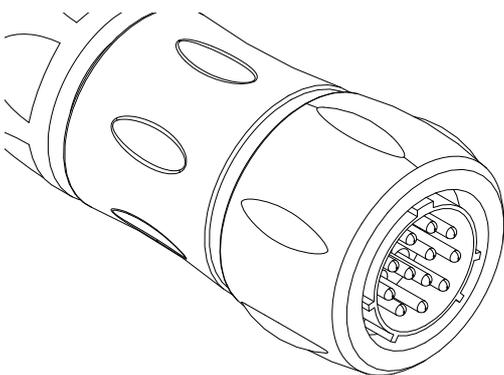
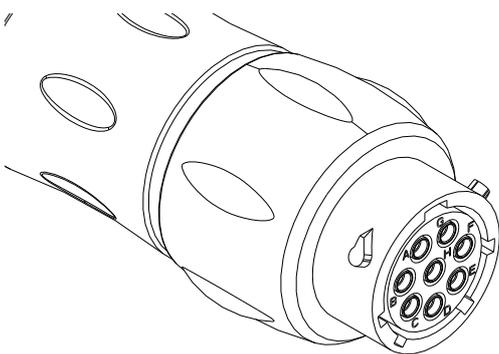

Рис. 1. Разъем расплавителя
Рис. 2. Разъем пистолета
Большой круглый разъем относится к расплавителю; этот разъем оснащен кабелем длиной 0,6 м (2 фута). См. рис. 1. Маленький круглый разъем относится к пистолету; этот разъем оснащен кабелем длиной 0,6 м (2 фута). См. рис. 2.
- а. Проверьте электрическое сопротивление между контактами нагревательного элемента С и D на разъеме со стороны расплавителя, который подключается к блоку управления шлангом с подогревом. Для этого нужно использовать омметр. См. Рис. 1. Сопротивление нагревательного элемента в условиях использования узлов спаренных шлангов различной длины приводится в следующей таблице спаренных шлангов.